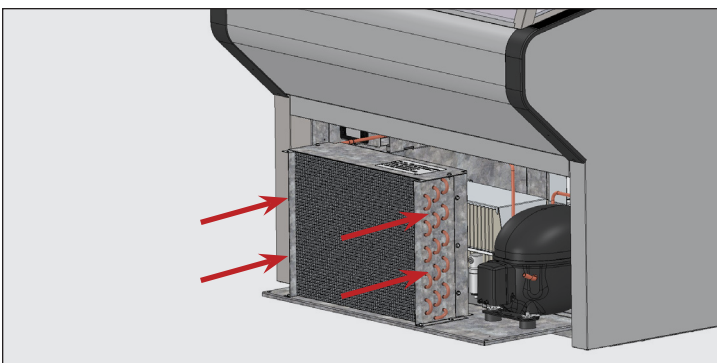

Fig. 7. Remplacez avec soin l'unité de condensation en la faisant glisser sur sa position et remplacez les boulons.
10. Remplacez avec soin l'ensemble du compresseur en le faisant glisser sur sa position et remplacez les boulons. Voir fig. 7.